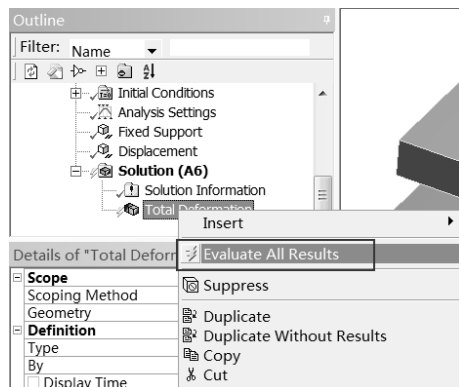

图 11-63 快捷菜单
Step3：在 Outline（分析树）中的 Solution（A6）选项上右击，在弹出的快捷菜单中选择 Evaluate All Results 命令，如图 11-63 所示，此时会弹出进度显示条，表示正在求解，当求解完成后进度条自动消失。